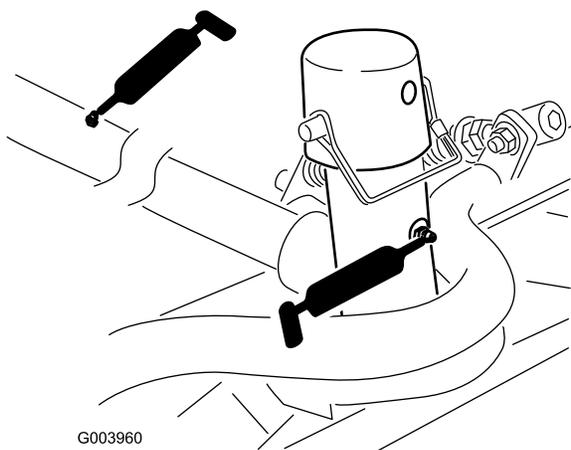

図 47
- キャリアフレームとピボット各カッピングユニットで2ヶ所 図 47